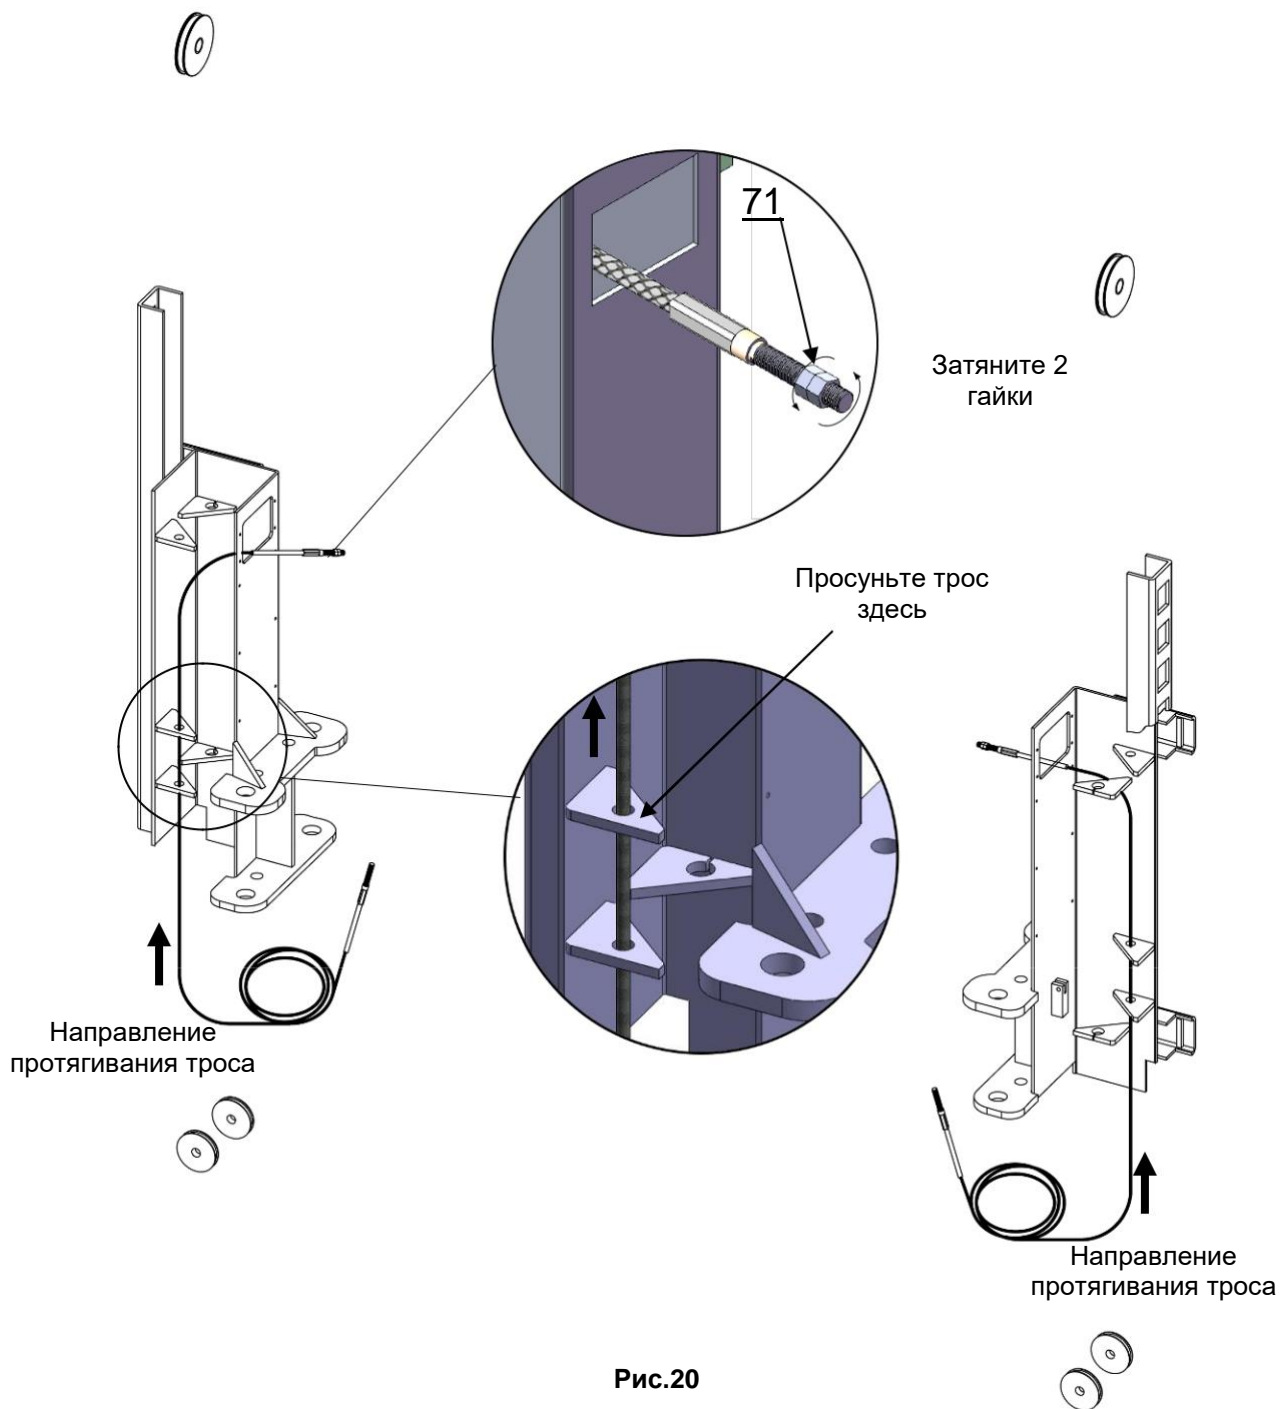

Рис.20
2.1. Протяните трос в нижней части каретки снизу вверх, просуньте его через отверстие в колонне и затяните на нем 2 гайки. (См. рис. 20).